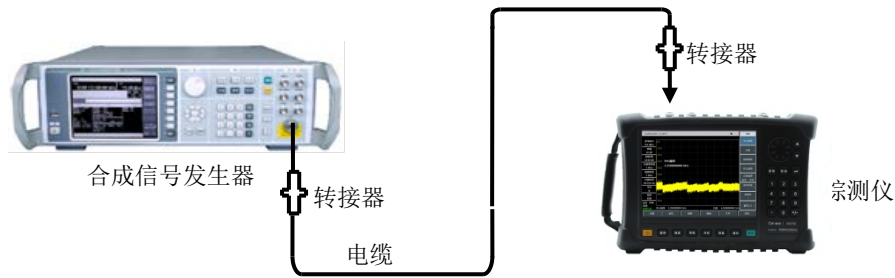

图16-8 频率读出准确度测试框图
- 如图 16-8 连接测试仪器，信号发生器的射频输出端连接到综测仪的射频输入端。
- 按公式 (1) 计算频率读数误差 Δf :